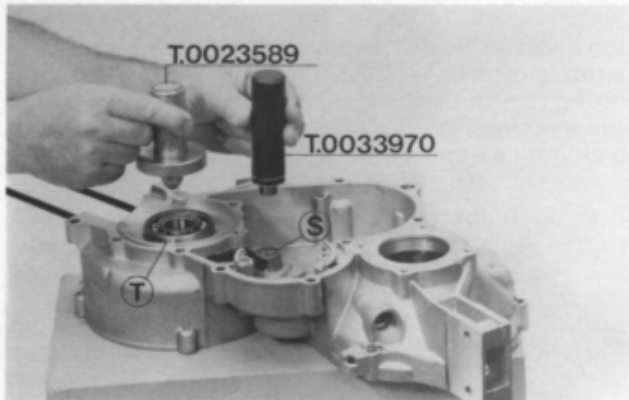

Fig. 93
**Fig. 93 - Cuscinetto a sfere di banco e astuccio a rullini ingranaggio multiplo:** inserire mediante il punzone T. 0023589 il cuscinetto a sfere di banco «T» nel suo alloggiamento, attendere che il carter sia raffreddato e montare, con l'apposito punzone T. 0033970, l'astuccio a rullini «S» del perno ingranaggio multiplo.